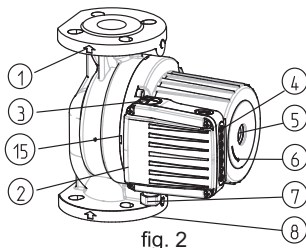

fig. 2
Il senso del flusso dell'acqua è indicato da una freccia sul corpo pompa come indicato nella (fig. 2 - POS. 1).
Prima del eseguire il collegamento bisogna svitare il coperchio superiore (fig. 2 - POS. 2).
Per modificare le prestazioni della pompa (prevalenza) in funzione della necessità è necessario rimuovere il coperchio superiore (Fig. 2 – POS.2). Per cambiare la velocità rimuovere e spostare il selettore (Fig.4 pag.44) alla velocità desiderata.
- svitare il tappo di sfogo e ruotare l'albero pompa con un cacciavite (fig. 2-POS.5) finché la pompa non risulta libera;